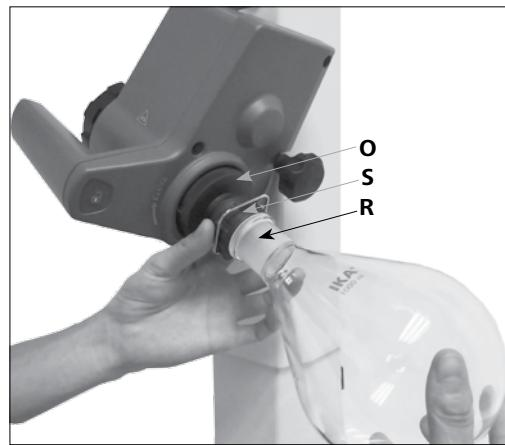

Fig.15a
- 베이버 튜브에(**R**) 증발용 플라스크 를 올려 놓습니다. (Fig.15a)